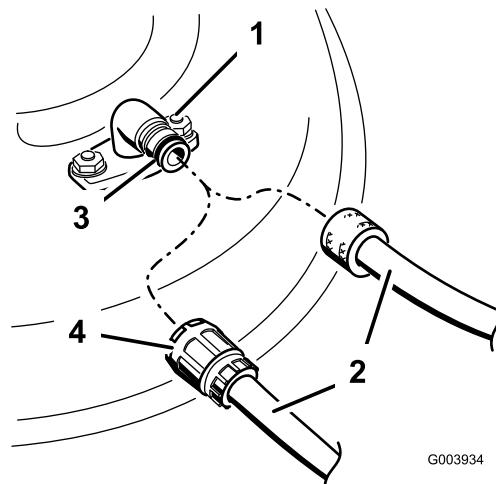

Figura 71
- Coloque a união da mangueira na extremidade de limpeza do cortador e ligue a água em elevado (Figura 71).